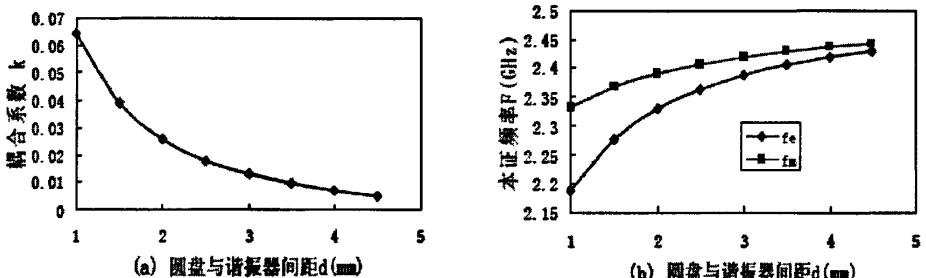

图5 圆盘与谐振器间距d对(a)耦合系数和(b)本征频率的影响
(3) 圆盘耦合结构: 如图5(a)所示,在圆盘与谐振器间距 d 在1~4.5mm范围内变化时,耦合系数始终为正值,且与 d 成反向变化。图5(b)显示了频率随间距 d 的变化,均呈上升趋势,但电壁对应的本征频率上升速度较快,在 $d=4.5$ mm时几乎赶上磁壁对应的本征频率值,预计如果继续增大 d 值, f_e 将超过 f_m ,而耦合系数将由正变负,即耦合性质由磁耦合变为电耦合。